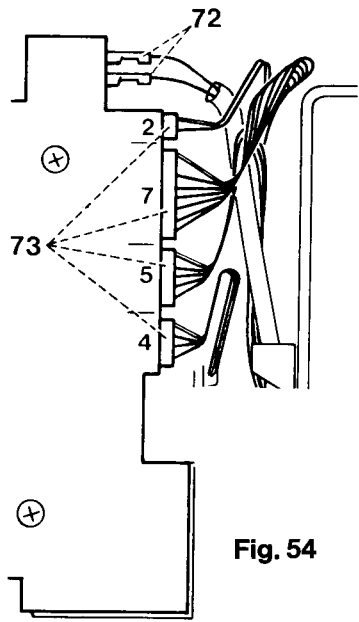

Fig. 54
- Die zwei Kabel 72 des Fußanlassers abziehen (Abb. 54).
Disconnect the two wires 72 of the foot control (Fig. 54).
- Débrancher les deux fils 72 du rhéostat (fig. 54).